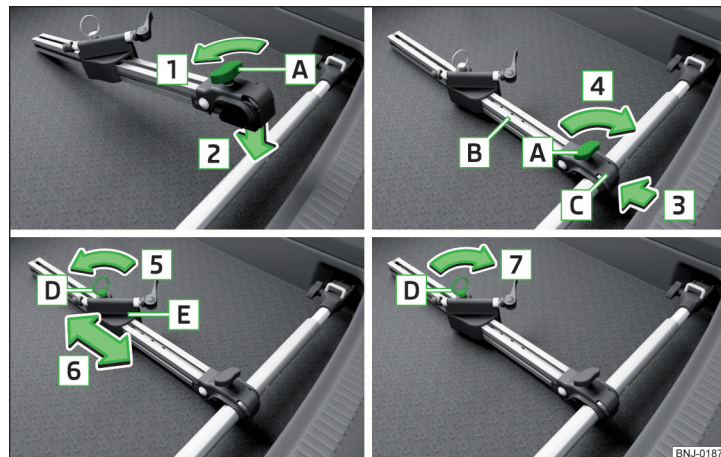

Fig. 107 Montaggio del portabiciclette
- Per il **montaggio** allentare la vite **A** del portabiciclette (di seguito solo supporto) in direzione della freccia **1** » fig. 107.
- Per trasportare due biciclette, allentare la vite **A** » fig. 107 a pag. 85 del supporto e spostare verso sinistra il supporto insieme alla bicicletta fissata.
- Serrare la vite **A** » fig. 107 a pag. 85 del supporto.
- Se necessario, adattare la posizione della parte mobile **E** » fig. 107 a pag. 85.